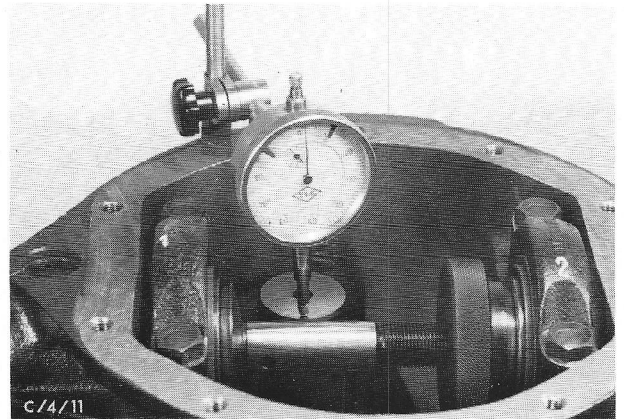

Fig.40 Dummy-pignonas instellen.
21. Zet nu de meetstift op de buitenste rand van de dummy-pignonas, vlak naast de kaliberstift. Draai de dummy-pignonas langzaam totdat de maximale waarde wordt bereikt. Draai vervolgens de dummy-pignonas zo, dat de helft van deze waarde wordt gemeten. De dummy-pignonas mag nu niet meer worden gedraaid (fig.40).